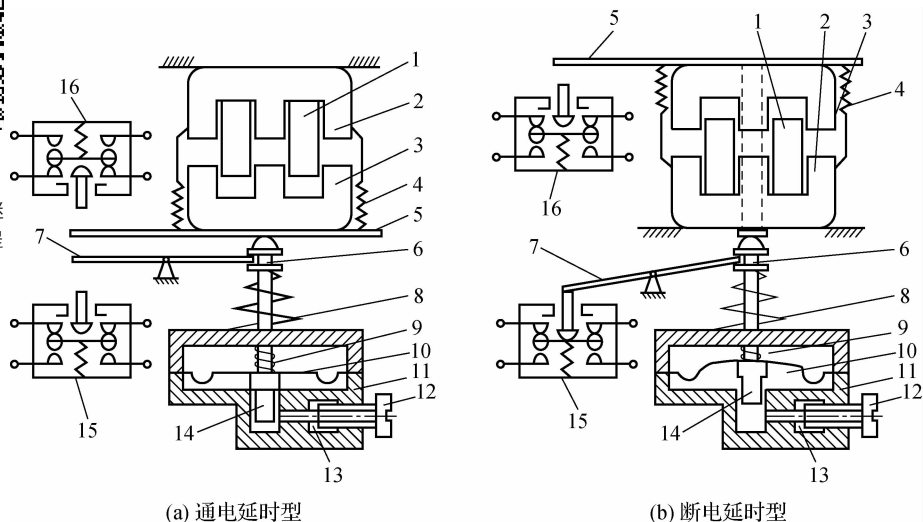

图 1-36 JS7-A 型时间继电器的结构
①空气阻尼式时间继电器。这里以 JS7-A 型时间继电器为例说明空气阻尼式时间继电器的结构与原理,具体结构如图 1-36 所示。空气阻尼式时间继电器是靠空气的阻尼作用来进行延时的。
图 1-36(a)为通电延时型时间继电器,当线圈 1 通电后,铁心 2 将衔铁 3 吸合,同时推板 5 使微动开关 16 立即动作。活塞杆 6 在塔形弹簧 8 的作用下,带动活塞 14 及橡皮膜 10 向上移动。由于橡皮膜下方气室的空气稀薄,形成负压,因此活塞杆不能迅速上移。当空气由进气孔 13 进入时,活塞杆才逐渐上移,当移到最上端时,杠杆 7 才使微动开关 15 动作。延时时间为自电磁铁吸合线圈通电时刻起到微动开关动作为止的这段时间。通过调节螺钉 12 来改变进气孔的大小,就可以调节延时时间。
将电磁机构翻转 180°安装后,可得到图 1-36(b)所示的断电延时型时间继电器。它的工作原理与通电延时型相似,微动开关 15 是在吸合线圈断电后延时动作的。